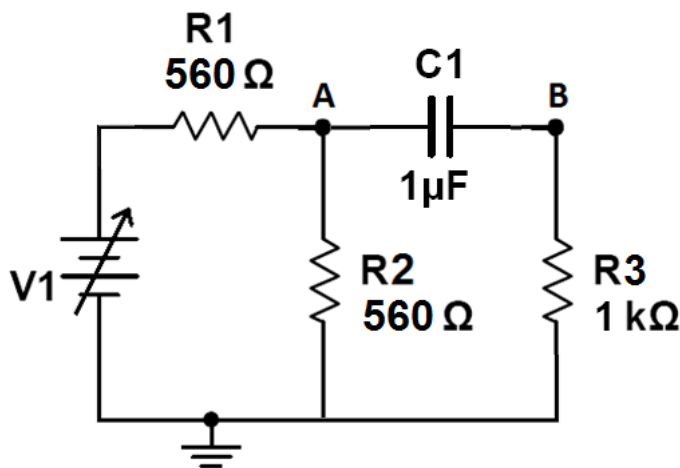

Figura 4.12
- **Objetivo:** Montar o circuito apresentado na Figura 4.12 e medir as tensões nos pontos A e B, em relação ao comum (GND) e as quedas em cima de R1 e C1, de acordo com os valores de tensão da fonte apresentados na Tabela 4-2.
- 7º. Faça a conexão entre os resistores e as trilhas mencionadas no 6º passo de acordo com a Figura 4.12.
- 10º. Meça as tensões indicadas na Figura 4.12 e preencha a Tabela 4-2.
- **Objetivo:** Montar o circuito apresentado na Figura 4.12, e medir as correntes em R1, R2 e C1 e R3, de acordo com os valores de tensão da fonte apresentados na Tabela 4-3.